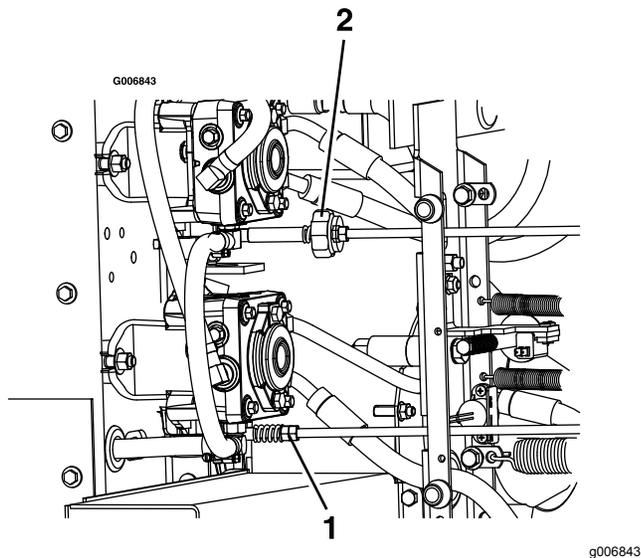

Bild 63
9. Stellen Sie zum Erhalten der NEUTRAL-Stellung die Gestänge der linken und rechten Pumpensteuerstange ein, die die Lenksteuerung mit den Pumpensteuerarmen verbindet, bis die Räder anhalten oder leicht rückwärts kriechen (Bild 63).
11. Drehen Sie die doppelten Muttern am Bauteil mit einem Schraubenschlüssel, um das rechte Pumpengestänge einzustellen (Bild 63).